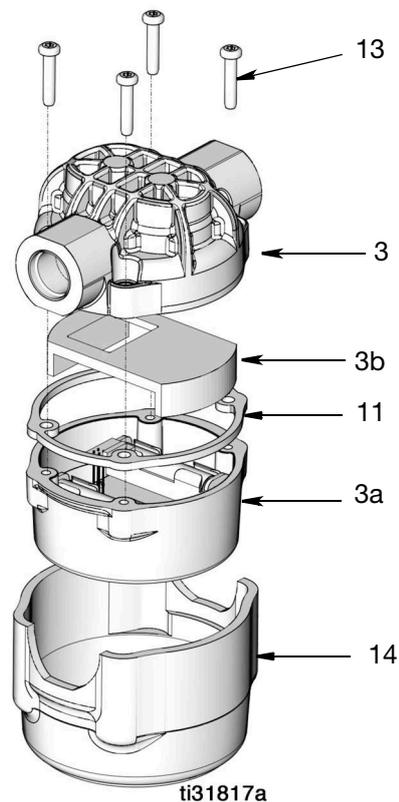

Рис. 14
2. Удалите защитный элемент (14) (Рис. 14).
3. Выверните 4 винта (13) из корпуса (3) расходомера и снимите панель (3а) электронного блока управления (Рис. 14).
4. Извлеките держатель (3b) аккумуляторов (Рис. 14).
- Установите держатель (3b) аккумуляторов на место (Рис. 14).
- (Заново установите уплотнение электронного блока управления (11) поверх кромки в верхней части расходомера (3). Поместите электронный блок управления (3a) поверх уплотнения электронного блока управления (11) (Рис. 14).
- Установите на место винты (13) (Рис. 14). Затяните винты по диагонали с усилием 1,7–2,8 Н•м (15–25 дюйм-фунтов).
- Установите на место защитный элемент (14) (Рис. 14).